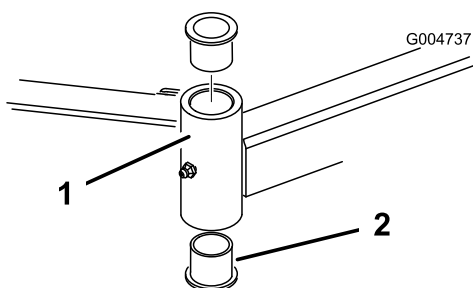

Figure 79
4. Insérez un chasse-goupille dans le haut ou le bas du tube de montage et chassez la bague hors du tube (Figure 79).